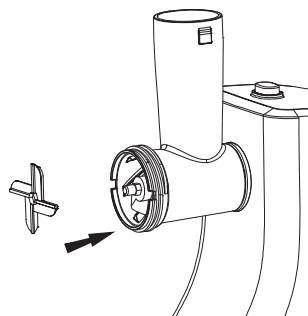

рис.5
- Выберите одну необходимую решётку (11 или 12) и установите её поверх ножа (10), совместив выступы на решётке с пазами в корпусе головки мясорубки (3) (рис. 5)